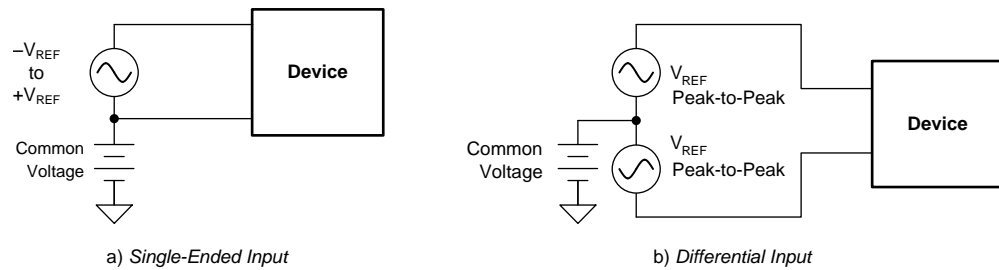
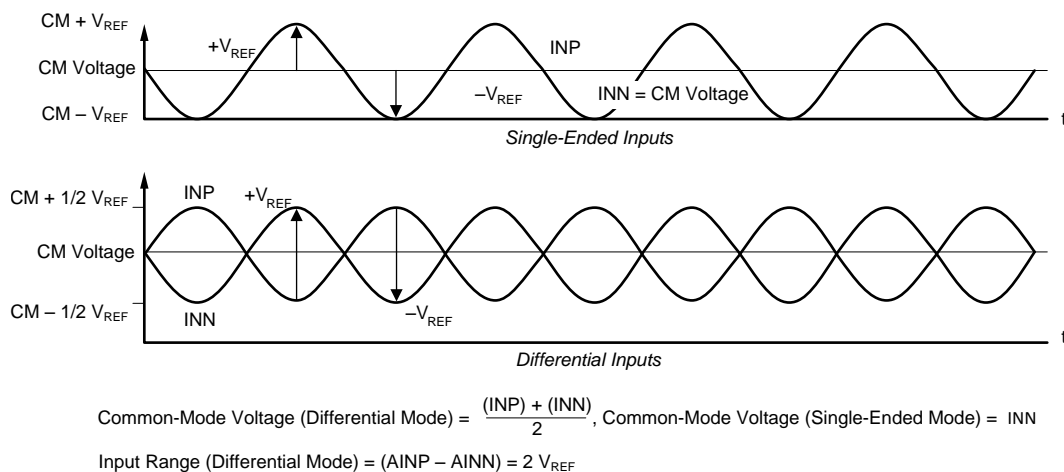

Figure 27. 驱动 ADS129x 的方法：单端或差分
Figure 28. 以单端和差分输入模式使用 ADS129x
ADS129x 的模拟输入是全差分输入。假设 $PGA = 1$ ，差分输入 ($INP - INN$) 可以跨越 $-V_{REF}$ 到 V_{REF} 。INP 和 INN 的绝对范围必须介于 $AVSS - 0.3V$ 和 $AVDD + 0.3V$ 之间。有关模拟输入和数字代码之间相关性的说明，请参阅 Table 13。如 Figure 27 和 Figure 28 所示，可通过两种一般方法来驱动 ADS129x 的模拟输入：单端和差分。在差分输入方法中，INP 和 INN 具有 180° 的相位差。当输入是单端输入时，INN 输入保持在共模电压 (CM)，最好处于中位电压。INP 输入围绕相同的共模电压摆动，峰峰值幅度 $CM - V_{REF}$ 摆动到 $CM + V_{REF}$ 。当输入是差分输入时，共模电压由 $(INP + INN)/2$ 给出。INP 和 INN 输入都从 $CM + \frac{1}{2} V_{REF}$ 摆动至 $CM - \frac{1}{2} V_{REF}$ 。为了获得最佳性能，应在差分配置中使用 ADS129x 器件。